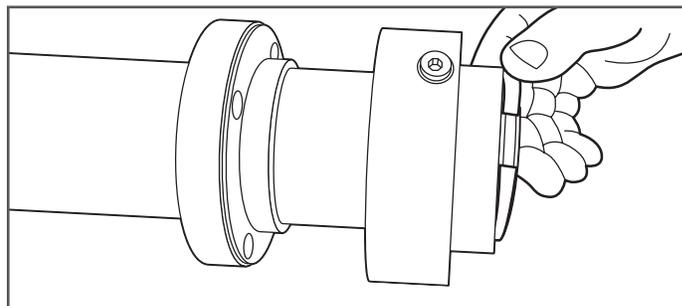

Figure 8-6
6. Une fois que les bagues fendues sont exposées, retirez-les du raccord DoubleTrac® (Figure 8-6).